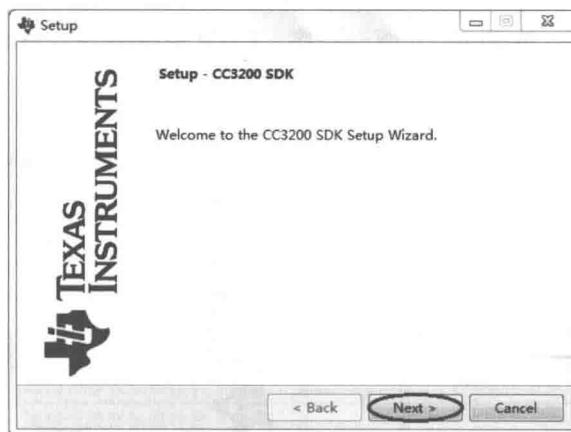

图 2.1 CC3200 SDK v1.1.0 安装向导
(1) 双击 CC3200SDK-1.1.0-windows-installer.exe，显示如图 2.1 所示的安装向导。